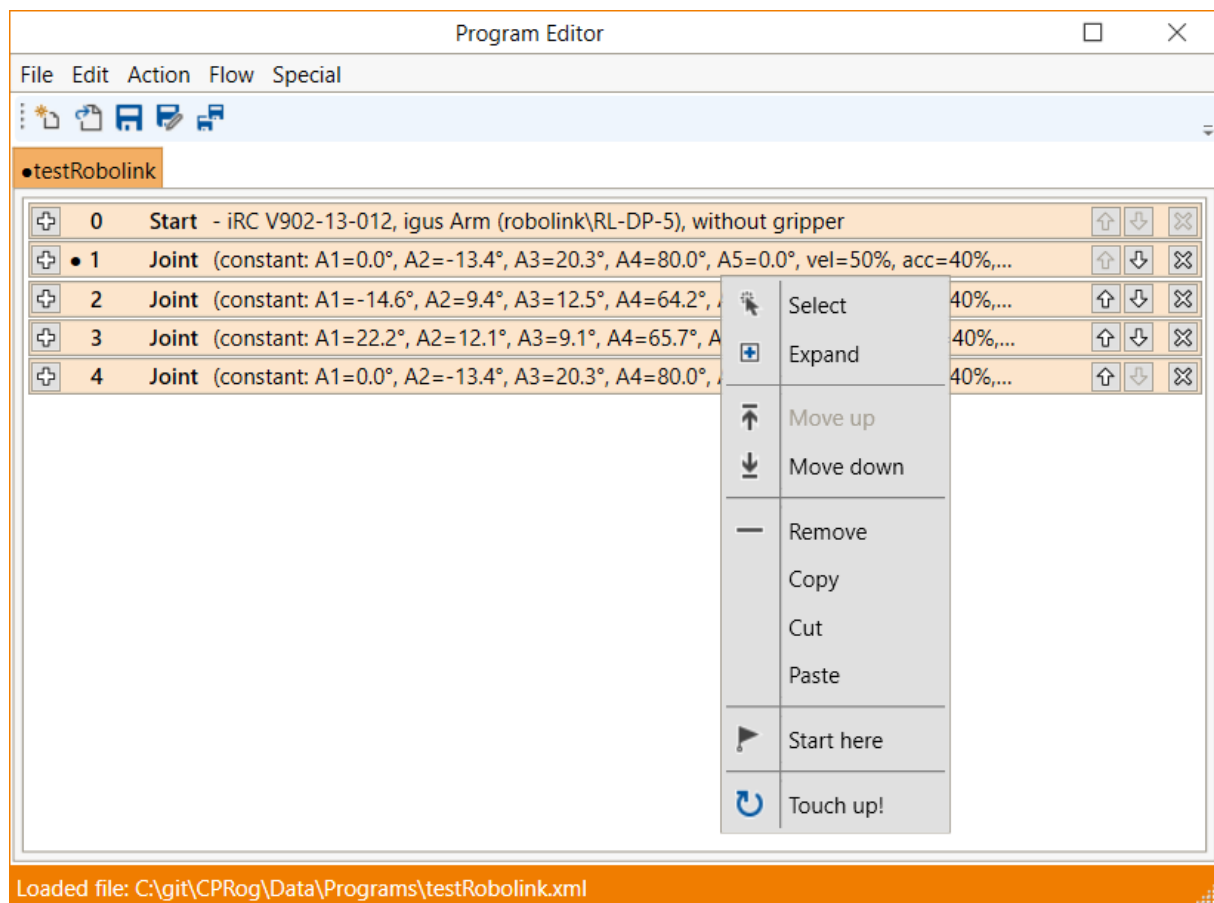

Abbildung 35: Das Kontextmenü einer Befehlszeile
Um einen Befehl zu verschieben verwenden Sie die Pfeile auf der rechten Seite der Befehlszeile. Alternativ können Sie im Kontextmenü der Befehlszeile auf "Nach unten" oder "Nach oben" klicken (s. Abb. 35).
- Öffnen Sie das Kontextmenü durch einen Rechtsklick auf die Befehlszeile und klicken Sie auf "Nachbessern!" (s. Abb. 35).
Um einen bestimmten Befehl als Startpunkt für die Ausführung zu wählen, klicken Sie im Kontextmenü auf "Hier starten" (s. Abb. 35).